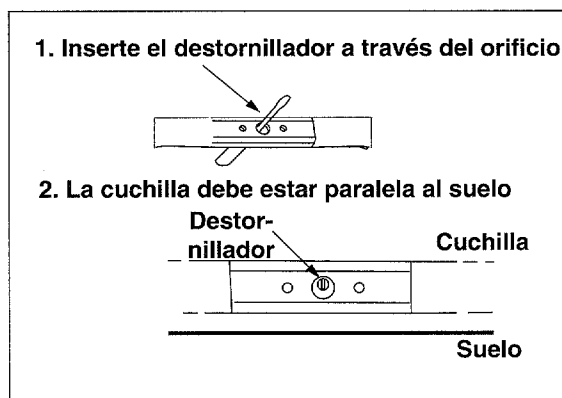

Figura 20
- Una cuchilla desequilibrada causará una vibración excesiva al girar a altas velocidades y puede causar daños a la unidad. la cuchilla puede probarse por equilibrio equilibrándola sobre un destornillador de hoja redonda o sobre un clavo. Desgaste el metal del lado más pesado hasta que la unidad esté uniformemente equilibrada. Vea la Figura 20.